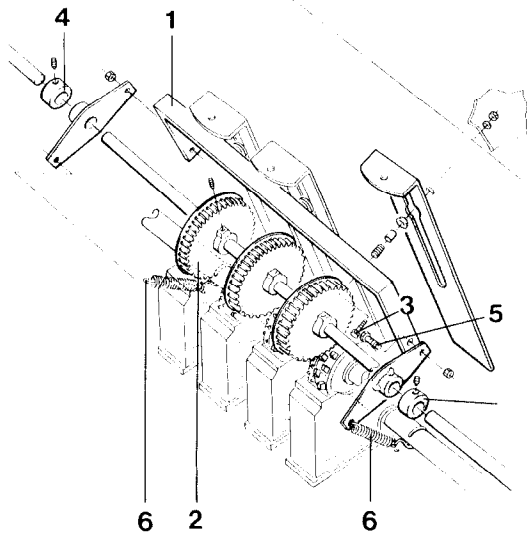

Fig. 37
- Oter les fixations (ressorts, vis) du cadre porte-jalonneur, (fig. 37/1) sur les glissières.
- Déposer le cadre porte-jalonneur avec les roues synthétiques et le placer devant les roues distributrices correspondant au nouveau jalonnage choisi. Fixer le cadre porte-jalonneur sur les glissières au moyen des vis M6 x 25, DIN 933 (fig. 37/3).
- Appuyer légèrement les bagues de blocage (fig. 37/4) contre les paliers oscillants et les bloquer.
- Positionner latéralement les roues synthétiques (fig. 37/2) jusqu'à ce qu'elles *s'enclenchent parfaitement avec les roues distributrices correspondantes, puis les bloquer.*
- Afin de garantir un positionnement correct de l'arbre secondaire, monter les vis hexagonales (fig. 37/5) de fixation des paliers oscillants avec un léger jeu.
- Accrocher les 4 ressorts (fig. 37/6) à l'arbre de commande des clapets de fond.